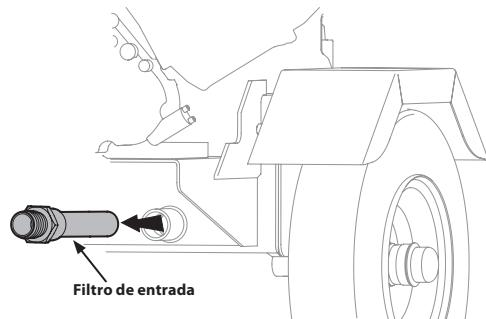

Figura 20
- Con cuidado, un- enrosque el filtro de entrada y limpiarlo con aceite penetrante. Vea la Figura 20.